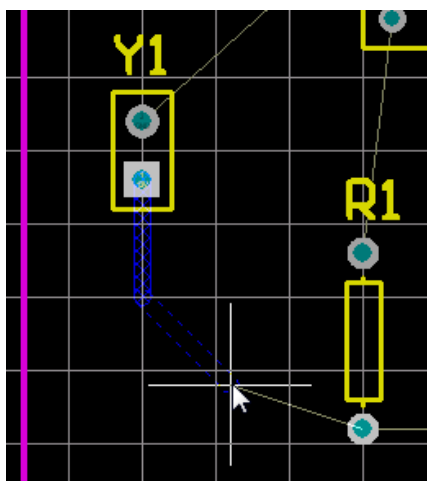

图 2-40 手动布线检查文档工作区底部的层标签。
4. 将光标移向电阻 R1 底下的焊盘。注意：线段是如何跟随光标路径在检查模式中显示的（图 2-40）。检查的模式表明他们还没被放置。如果用户沿光标路径拉回，未连接线路也会随之缩回。使用 ENTER 或点击鼠标左键来接线，用户可以直接对目标 R1 的引脚接线。